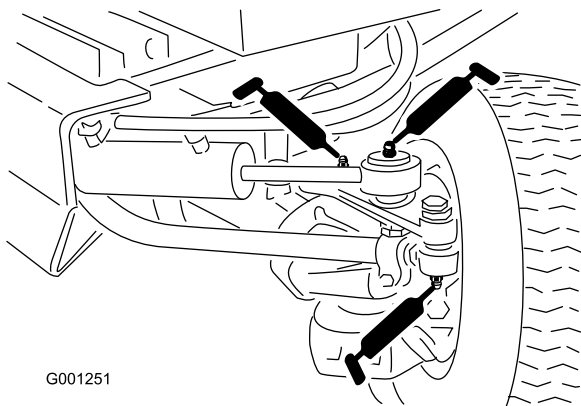

Figure 46
- Embouts de biellettes (2) (Figure 46)
- Extrémités de tige de vérin (2) (Figure 46)
- Pivots de direction (2) (Figure 46)
- Axe de pivot d'essieu (Figure 46)